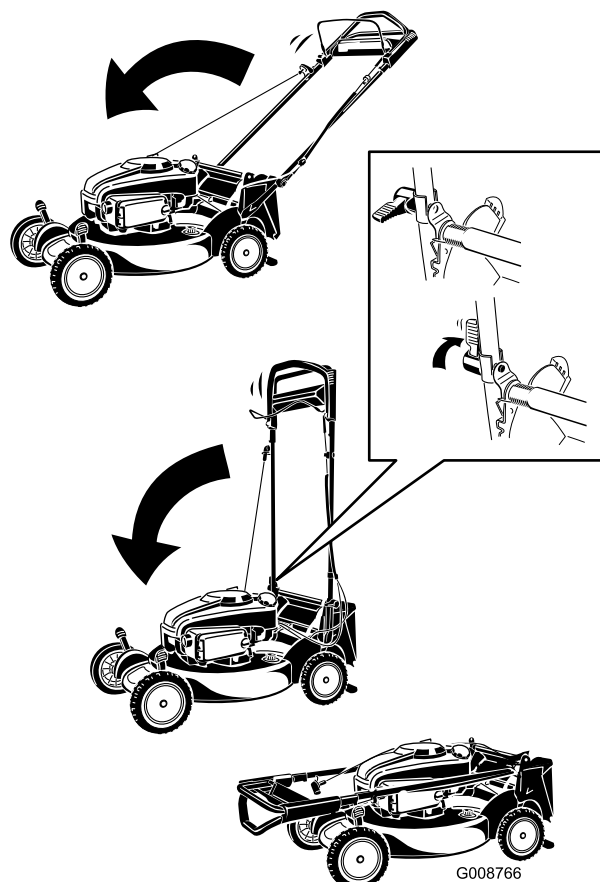

Figure 41
1. Pliez la partie supérieure du guidon en avant (Figure 41).